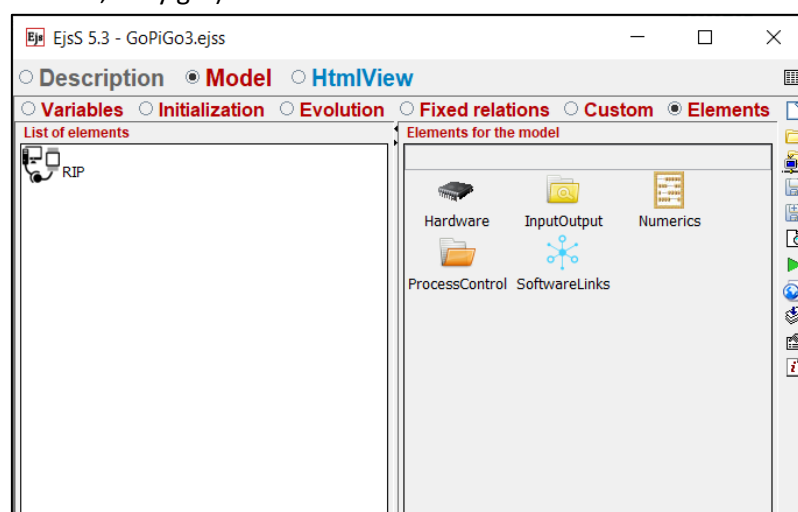

Figura 21: Agregar el elemento RIP a la aplicación EjsS
2. Agregar el elemento RIP a la aplicación. Para ello, arrastrar y soltar el elemento RIP de derecha a izquierda y asignar un nombre cuando se solicite (se observa en la *Figura 21* que en este caso se denomina *RIP*). Se hará uso del nombre asignado para intercambiar datos con el servidor RIP que se está ejecutando en la placa Raspberry Pi (mediante los métodos connect, set y get).
Para terminar, hay que mencionar que el elemento RIP proporciona tres métodos (se han mencionado anteriormente en el apartado 3.3.3.2 *Funciones externas*). Se ha visto en la Figura 21 que en este caso el elemento RIP se denomina *RIP*: